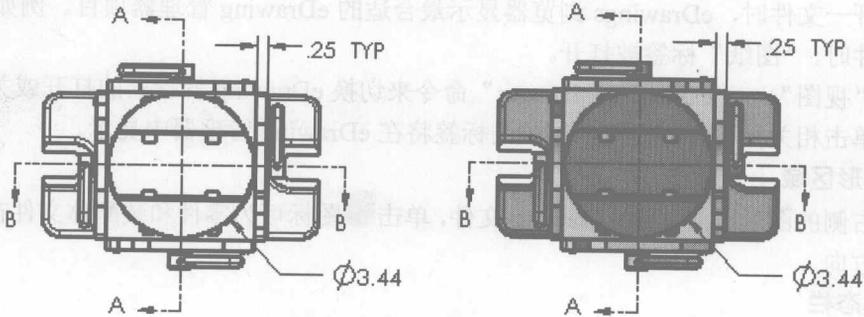

图 1.2 普通视图和上色视图
■ (上色) 工具可使 3D 模型面和 2D 工程图的上色模式在打开和关闭之间切换, 如图 1.2 所示。